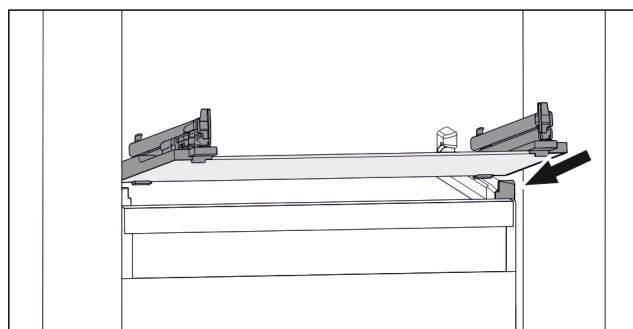

Fig. 117 Beispielhafte Darstellung der Glasplatte
- Glasplatte schräg hinter den Stopperrn aufsetzen. (siehe Fig. 117)